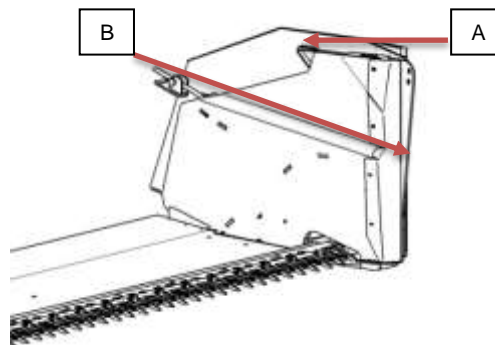

Рис.2
- Демонтировать щиток с внутренней стороны (В) (Рис.2).
- Выполнить монтаж щитка (A) (Рис.2) и зафиксировать его (прикрутить).